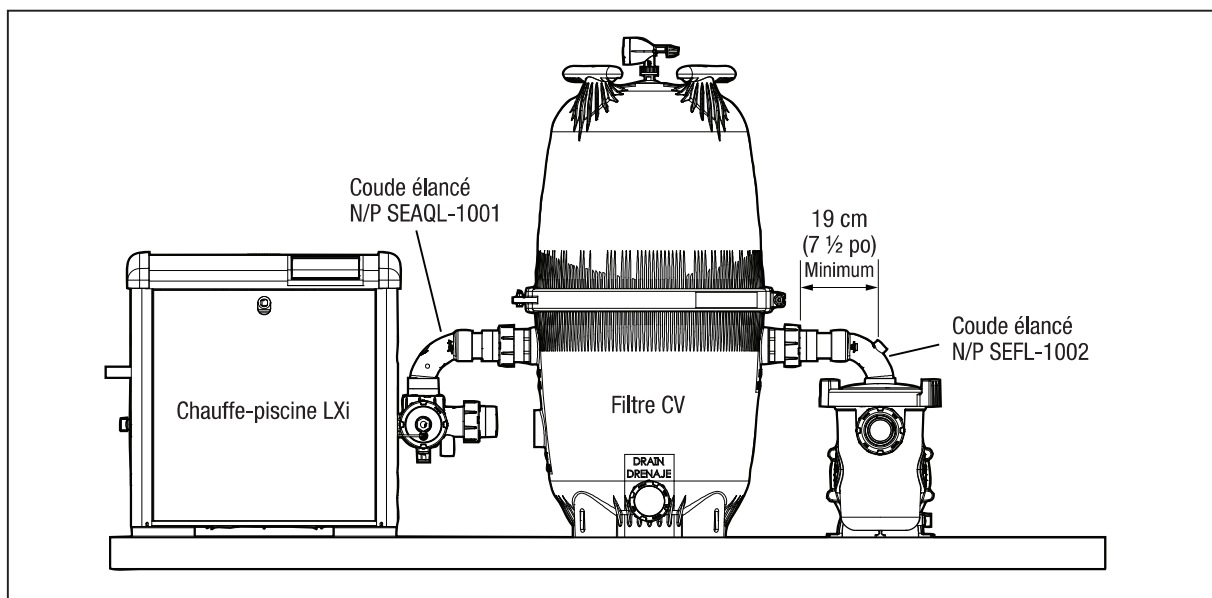

Figure 8. Chauffe-piscine LXi, Installation du filtre CV et du coude élargi de la pompe SHP
- b. S'assurer qu'il y a une distance minimale de 18,75 cm (7 ½ pouces) entre le centre de l'orifice de sortie de la pompe et la paroi du filtre d'entrée pour accueillir le(s) coude(s) élargi(s). Voir la Figure 8 pour la configuration d'installation recommandée.
REMARQUE : La pompe SHP illustrée à la Figure 8 est à titre de référence seulement. Le coude élargi Jandy est compatible également avec les pompes des séries MHP et PHP.